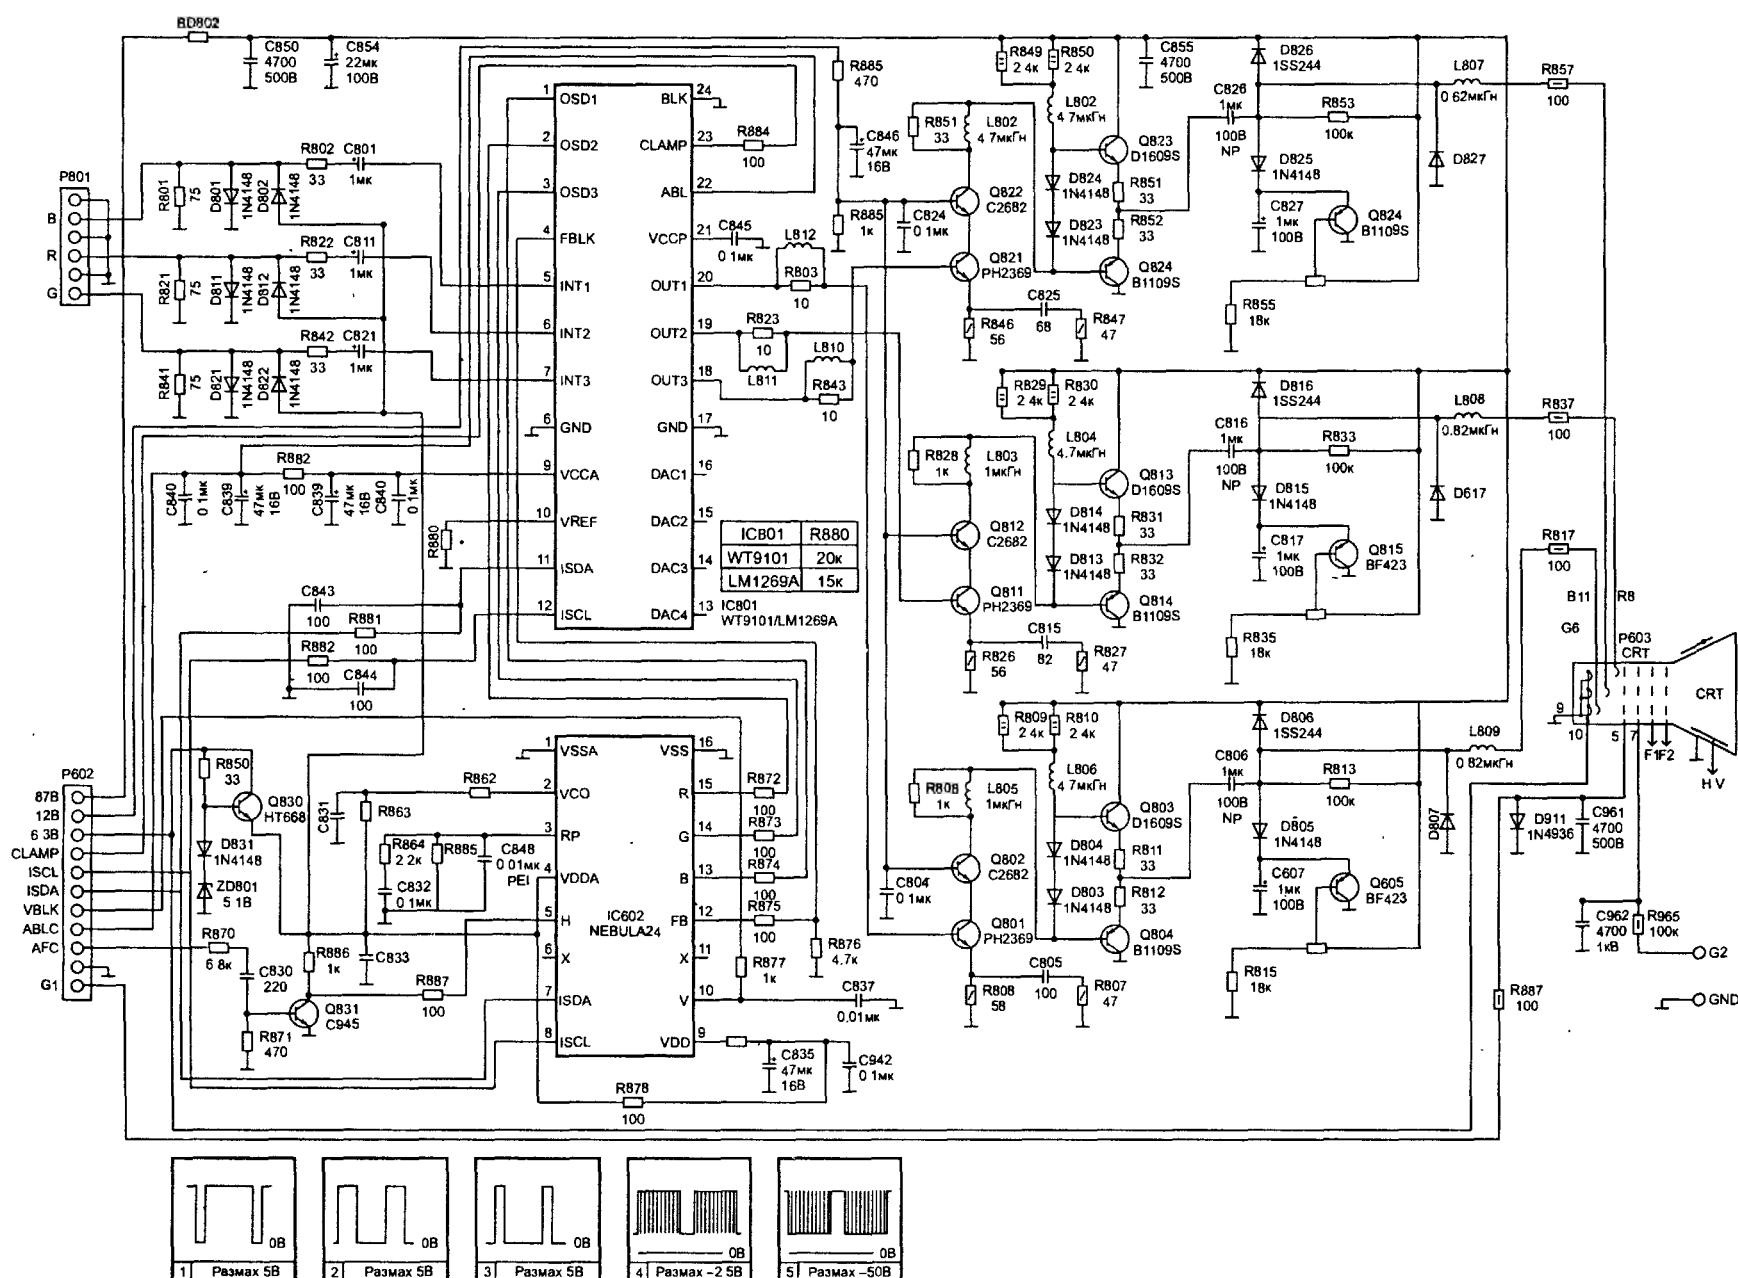

Рис. 4.2. Принципиальная электрическая схема. Плата кинескопа
- формирование двух каналов интерфейса I²C: первого (выв. 10, 11) — для обмена данными с внешними устройствами, и второго (выв. 12, 14) — для управления видеопроцессором (в зависимости от комплектации — IC901 или IC801, см. рис. 4.2, 4.3), синхропроцессором (IC201) и памятью IC702;
лучей. Элементы в скобках соответствуют плате кинескопа, которая показана на рис. 4.2.
В состав видеотракта (рис. 4.2) входят микросхема IC801 и выходные видеоусилители на дискретных элементах. Микросхема IC801 типа LM1269 фирмы National Semiconductor (ее аналог — WT9101 фирмы Weltrend Semiconductor) представляет собой предварительный усилитель сигналов RGB с полосой пропускания 110 МГц и управлением по интерфейсу I²C. Назначение выводов микросхемы представлено в таблице 4.4.
Примечание: неисправности видеотракта рассматриваются на примере схемы с транзисторными видеоусилителями (рис. 4.2):